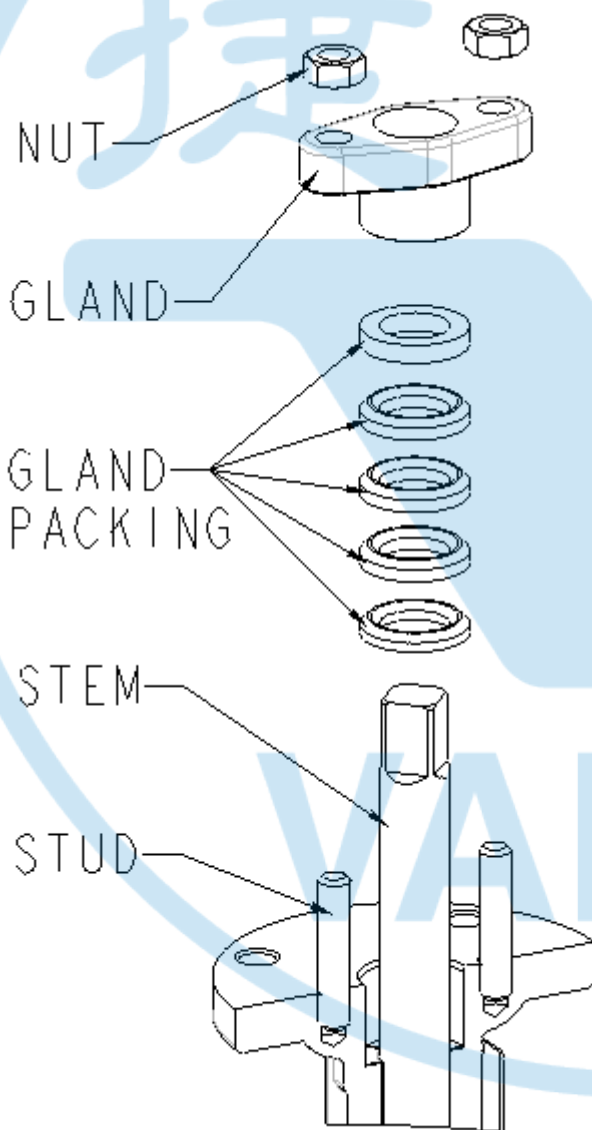

Fig.10
12.1 將格蘭螺絲卸下，並將格蘭鬆下，以便可將迫緊勾出。(Fig.10)